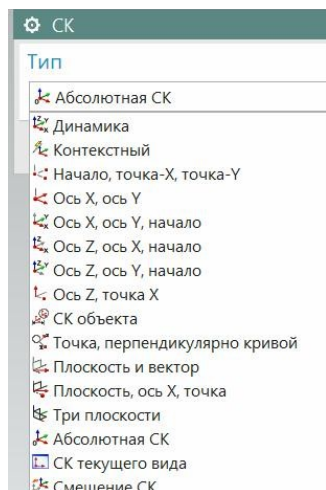

Рис.6
- А команда *Ориентация РСК* из инструментальной панели *Утилиты* высветит диалоговое окно рис. 6, в котором и можно выбрать способ ориентации РСК.
- Способ ориентации **Абсолютная СК** (рис. 6) позволит вам точно совместить РСК с началом **абсолютной системы координат**. Именно этим приемом мы часто определяем местоположение самой абсолютной системы координат.